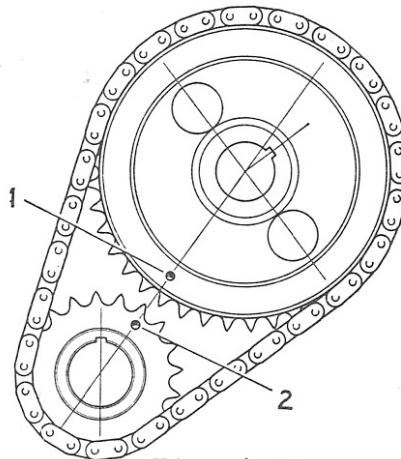

Fig. A.13
- 7) Bring knastakslens kilegang til den på fig. A.13 viste stilling (ca. som kl. 1 på en urskive).
- 8) Anbring de to hjul i kæden med mærkerne ud for hinanden som vist på fig. A.13. Skub hjulene på akslerne idet knastakslen drejes lidt, så kilen rettes ind. Tryk hjulene så langt de vil gå og gør knastakselhjulet fast med låseskiven og møtrikken.